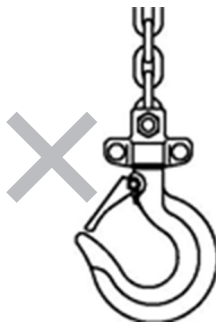

図 5
- フックの外れ止めが飛び出た場合は、負荷を超えているため直ちに操作を停止してください(図5)。